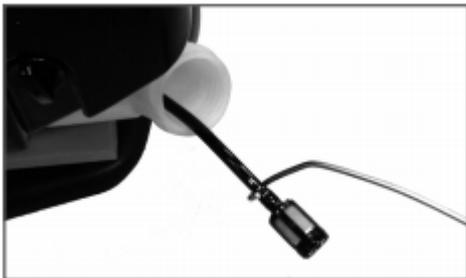

Рис. 15 Извлечение топливного фильтра
3. Зацепите крючком топливный шланг с фильтром и вытяните его через заливную горловину (Рис. 15).